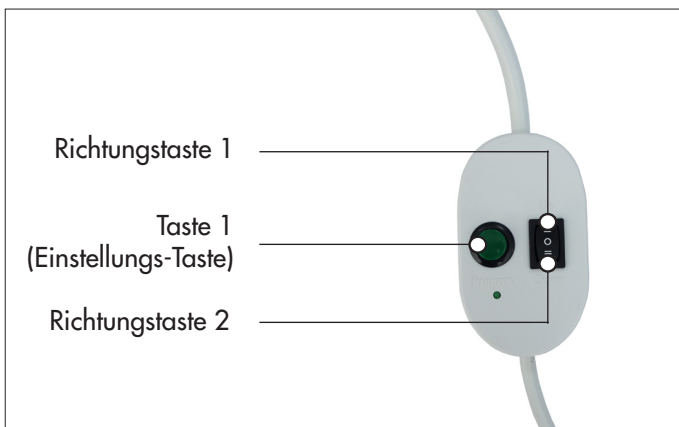

Abb.2 Justierschalter
- 2 Den Motor in Laufrichtung AUF mit Hilfe des Justierschalters in Bewegung setzen. Nachdem der Motor angefahren ist, die grüne Einstelltaste (Taste 1, Abb.2) drücken und gedrückt halten bis die gewünschte obere Endlage erreicht ist. Durch Loslassen der grünen Taste bestätigen Sie den Endpunkt.
- 3 Nun den Motor in Laufrichtung AB mit Hilfe des Justierschalters in Bewegung setzen. Nachdem der Motor angefahren ist, die grüne Einstelltaste (Taste 1, Abb.2) drücken und gedrückt halten bis die gewünschte untere Endlage erreicht ist. Durch Loslassen der grünen Taste bestätigen Sie den Endpunkt.